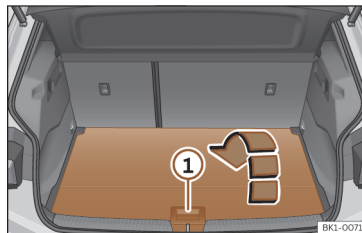

Fig. 171 Na bagageira: abrir o segundo piso da bagageira.
- Para **abri-lo**, segure a pega >>> **Fig. 171 ①** e dobre a parte traseira do piso da bagageira para a frente, no sentido da seta.